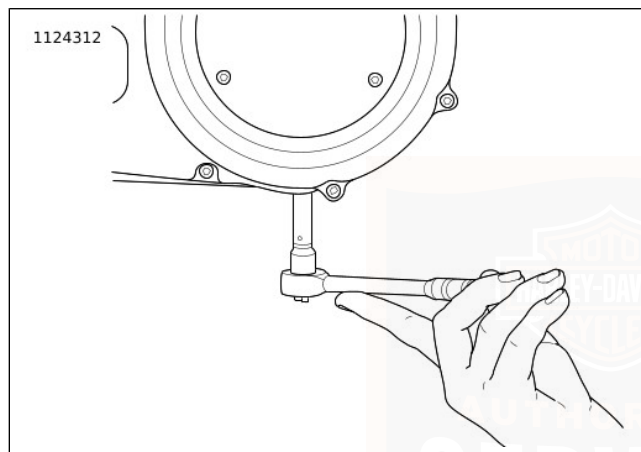

Abbildung 99. Ausbau/Einbau der Kettengehäuse-Ablassschraube
3. Siehe Abbildung 99. Das Primärkettengehäuse entleeren.